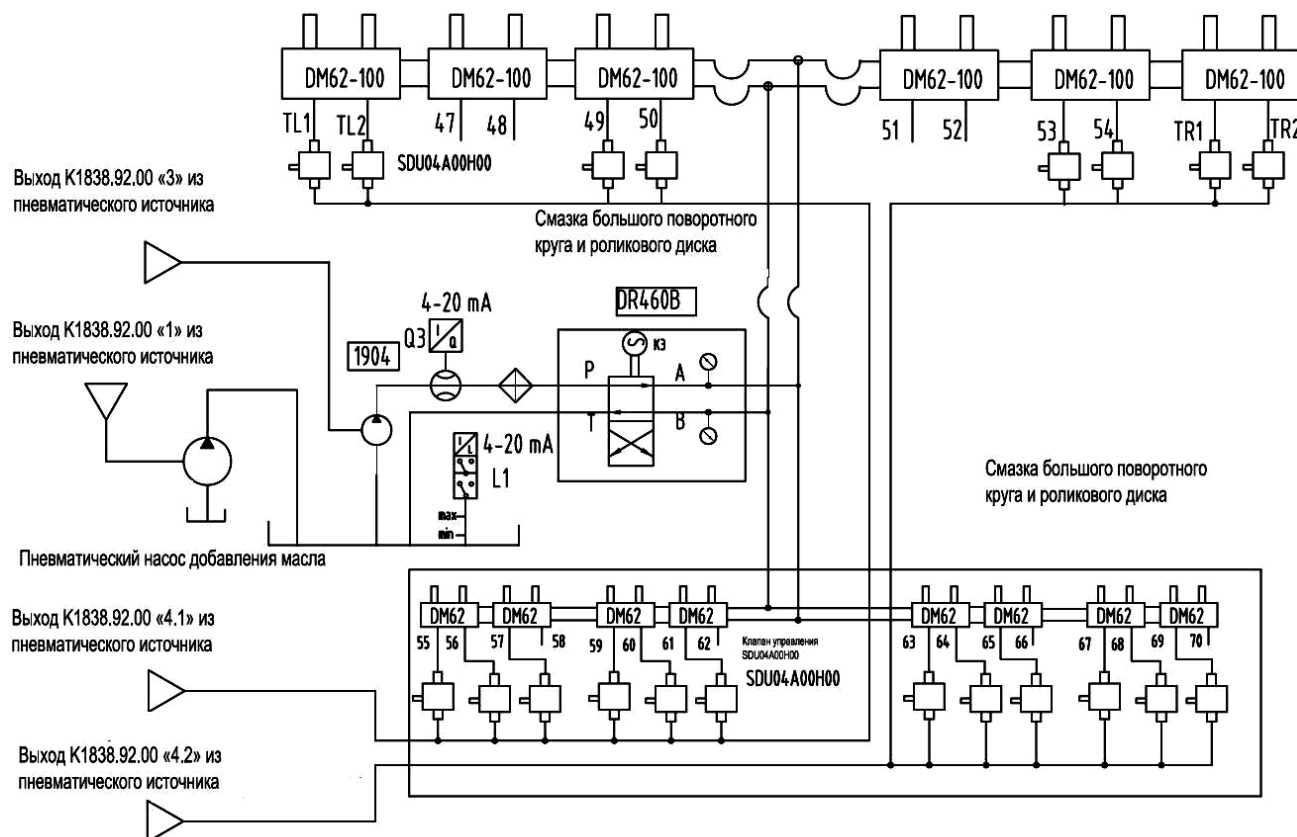

Рисунок 3. Схема централизованной смазки открытых зубчатых передач и рабочих поверхностей
5. Схема централизованной системы смазки (K1838.90.00) (в части консистентной смазки мазутом) дана на рис. 3